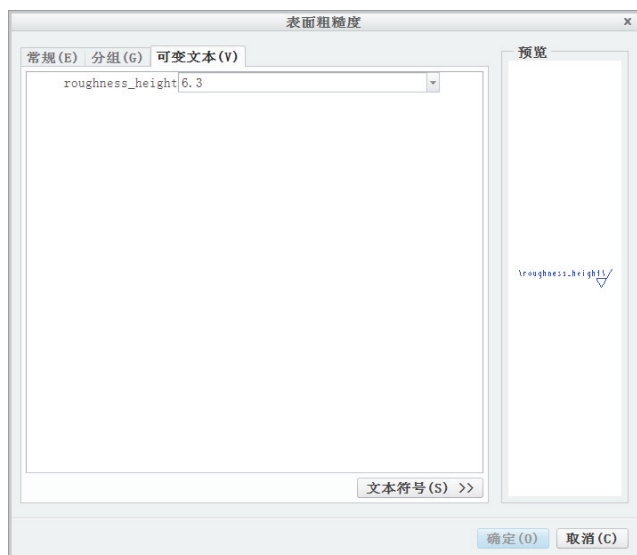

图 11-86 “表面粗糙度”对话框的“可变文本”选项卡
3) 系统弹出“表面粗糙度”对话框，切换至“可变文本”选项卡，在表面粗糙度参数值框中输入值，如图 11-86 所示。